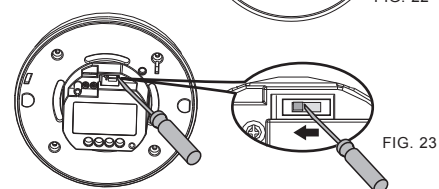

FIG. 23
4.2.1.3 Lorsqu'un mouvement est détecté, le dispositif CCT551011/CCT551012 envoie un signal de contrôle Bus-C afin de contrôler la mise sous tension de la charge du système du Bus-C (voir FIG. 23). La sortie est un collecteur commun pour l'unité de Bus-C et les entrées auxiliaires.